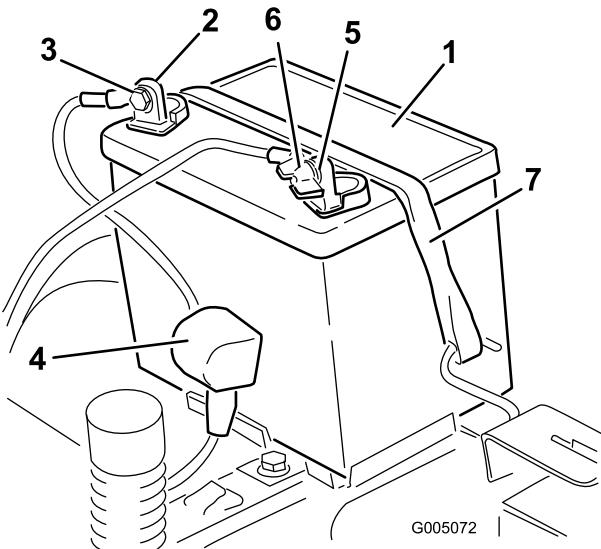

Figura 32
4. Staccate il cavo negativo (nero) di terra dal polo della batteria (Figura 32). Conservate tutti i dispositivi di fermo.
5. Infilate il cappuccio di gomma sul cavo positivo (rosso) della batteria. Staccate il cavo positivo (rosso) dal polo della batteria (Figura 32). Conservate tutti i dispositivi di fermo.
6. Togliete il dispositivo di fissaggio della batteria (Figura 32) e togliete la batteria dal vassoio.
- Posizionate la batteria sul vassoio con i poli dei morsetti rivolti verso la posizione di guida (Figura 32).
- Fissate la batteria con l'apposito dispositivo (Figura 32).